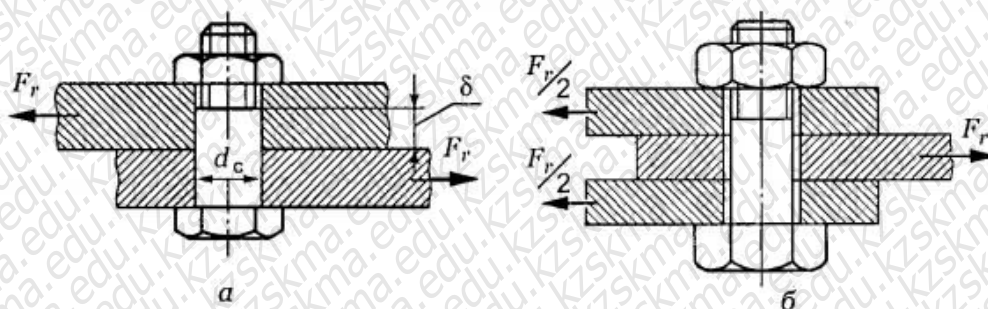

Рис. 16.5. Схема к расчету затянутого болта под действием поперечной силы:
4. Расчет болта под действием поперечной силы, болт установлен без зазора (рис. 16.5, а). Болт установлен в отверстие из-под развертки, работает на срез и смятие.
5. Расчет болта под действием поперечной силы, болт установлен в отверстие с зазором (рис. 16.5, б).
На рис. 16.5, б число плоскостей трения  $i = 2$ .